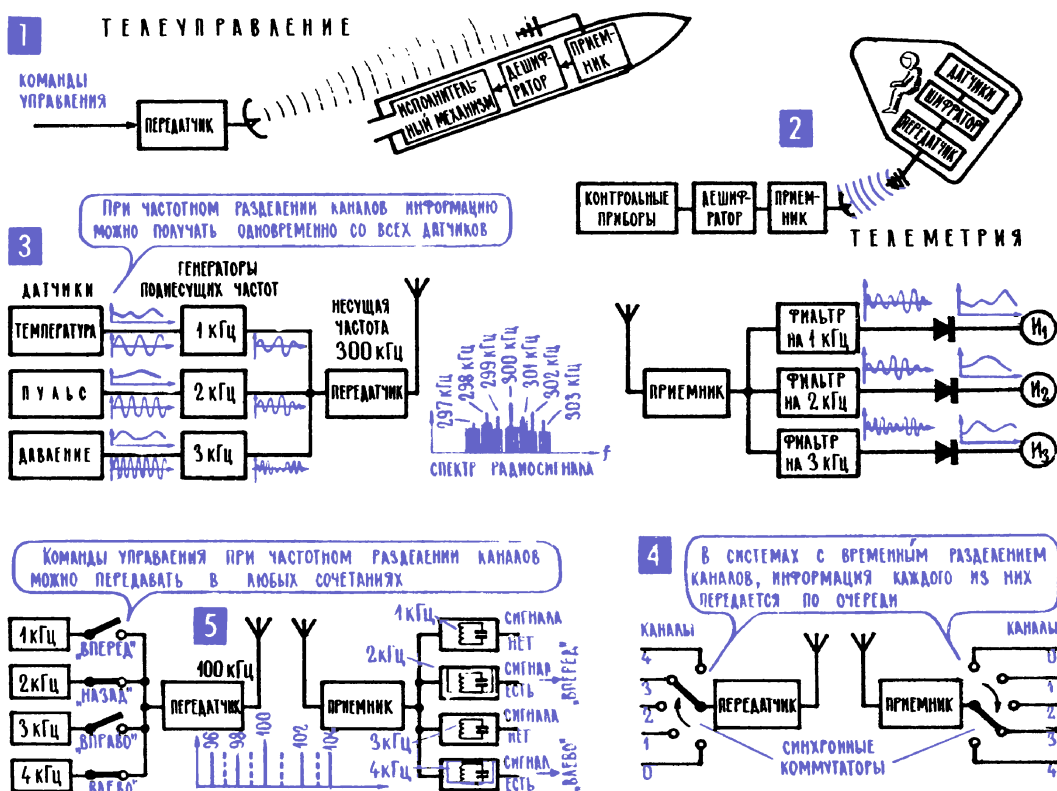
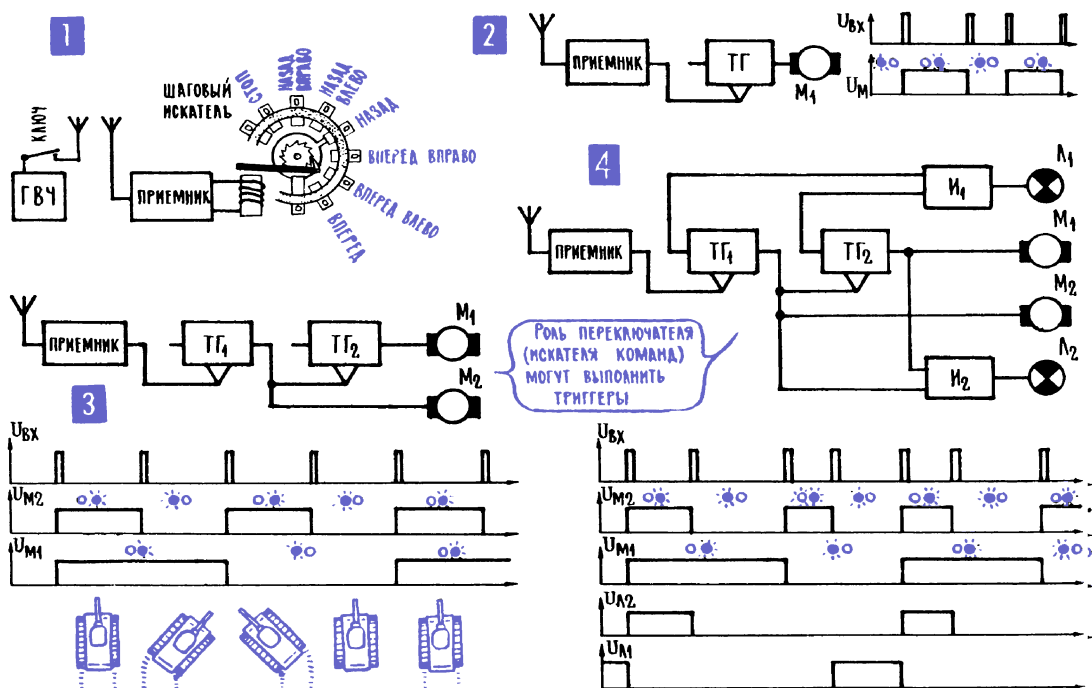

Рис. 15.6. Телеуправление
Рис. 15.7. Телеметрия
9. Если управляющий автомат и объект управления находятся на большом расстоянии, им на помощь приходит телеуправление и телеметрия. Слова «телеметрия» и «телеуправление» (рис. 15.6; рис. 15.7) особенно часто приходится слышать в последнее время, когда в широких масштабах осуществляются полеты самых разных космических кораблей. На этих кораблях всегда есть собственные, или, как их называют, автономные,
Системы телеуправления и телеметрии почти всегда многоканальны: информацию приходится собирать от многих источников и команд управления, как правило, тоже приходится передавать много. Все такие многоканальные системы можно разделить на две большие группы – с частотным и временным разделением каналов. В системе с частотным разделением информация по всем каналам может передаваться одновременно – каждому каналу отводится своя поднесущая частота, а в месте приема фильтры отделяют один канал от другого (рис. 15.6; 3, 5). Если передача ведется по проводам, то на этом дело и ограничивается, а если по радио, то все поднесущие частоты вместе со своими боковыми модулируют высокочастотный ток в радиопередатчике, и таким образом в эфир передача идет с двойной, «двухэтажной» модуляцией.
При временном разделении каналов информация в каждом из них передается поочередно, а на передающей и приемной сторонах есть быстродействующие синхронные коммутаторы, которые подключают нужный комплект аппаратуры поочередно к линии связи (рис. 15.6; 4). В радиоуправляемых моделях часто используют упрощенную разновидность временного разделения – кодирование числом импульсов (рис. 15.7; 1). На самой модели устанавливают шаговый искатель или некоторое его подобие, а с передатчика направляют строго определенное число импульсов. Если
известно, в каком положении стоит шаговый искатель, то, передав нужное число импульсов, можно его заставить сделать нужное число шагов и включить желаемую команду. А после того как команда будет выполнена, определенным числом импульсов вернуть шаговый искатель в исходное положение. Чтобы шаговый искатель «по дороге» не запускал другие исполнительные механизмы, можно сделать так, что он будет отключаться от них на время движения подвижного контакта. Используя триггеры и логические элементы И, ИЛИ и НЕ, можно собирать и электронные переключатели команд для систем импульсного телеуправления. Простейшие из них показаны на рис. 15.7; 2, 3, 4.
Ключевая особенность схемы, приведенной на рис. 15.6; 2, состоит в очень большой зоне гистерезиса, то есть различии порогов срабатывания на включение и выключение. При указанных на схеме величинах резисторов R_3 – R_5 она будет составлять не менее 3 В, то есть примерно 25 % от напряжения питания. То есть автомат будет включаться при гораздо меньшей освещенности, чем выключаться, что гарантирует нас от срабатываний при случайных колебаниях освещенности. Дополнительную защиту вносит конденсатор C_1 , фильтрующий наведенные помехи, – кроме простой фильтрации, он вместе с резисторами R_1 и R_2 еще и обеспечивает задержку срабатывания порядка нескольких секунд. Все эти меры вместе обеспечивают надежную фиксацию включенного или выключенного состояния реле и предотвращают его дребезг.